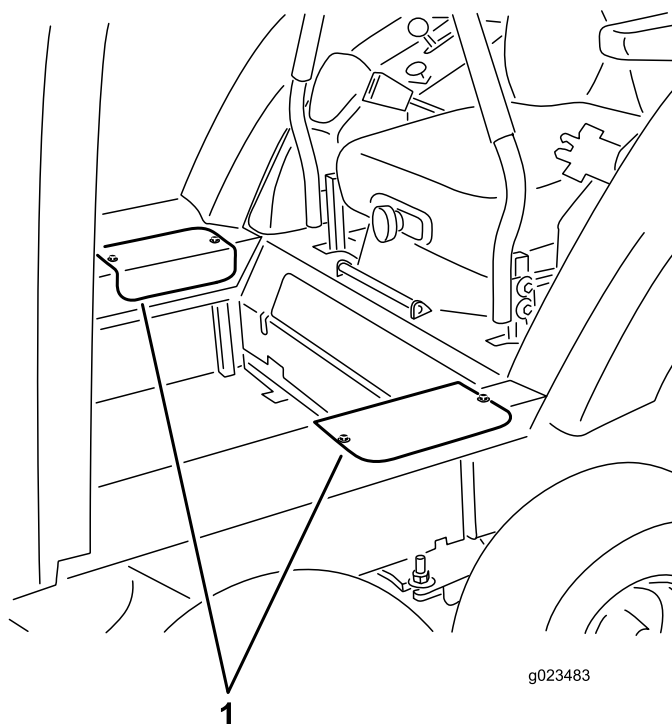

Figura 33
27. Instale las tapas de acceso lateral con los tornillos que retiró anteriormente (Figura 33).